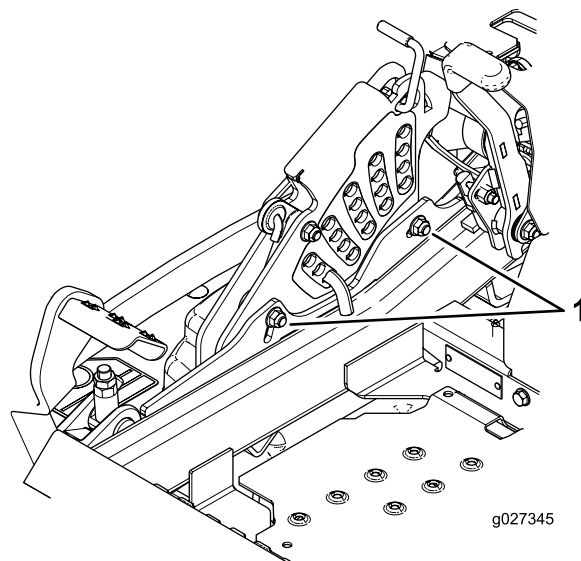

Figure 94
12. Pour régler le système monopoint, desserrez les 2 boulons au bas de la plaque de hauteur de coupe (Figure 94).
14. Serrez les 2 boulons au bas de la plaque de hauteur de coupe (Figure 94).